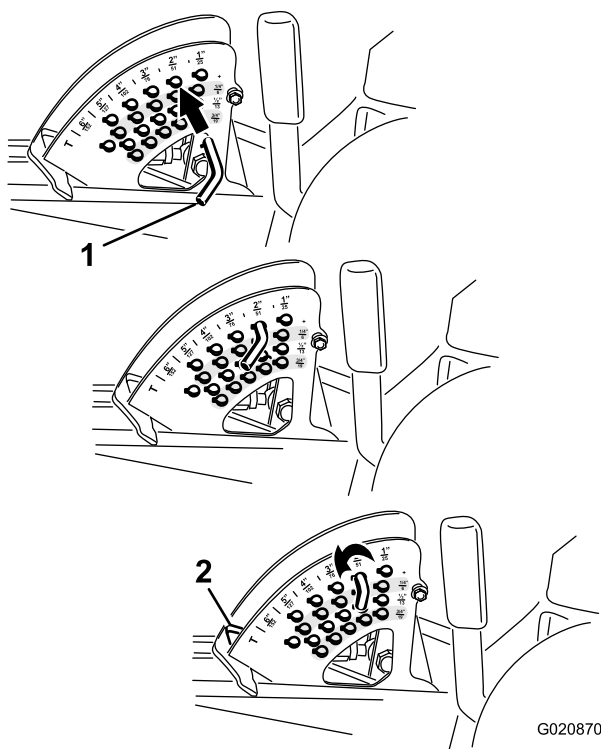

Figura 20
Nota: Para bloquear la carcasa de corte en posición elevada, eleve la carcasa más allá de la posición de 15 cm, retire el pasador de tope de altura de corte, y ponga el pasador en la posición de altura de corte de 15 cm (Figura 20).
2. Para ajustar, gire el pasador de tope hasta que el pasador cilíndrico que contiene se alinee con las ranuras de los taladros del soporte de altura de corte, y retire el pasador (Figura 20).
3. Seleccione un taladro del soporte de altura de corte que corresponda a la altura de corte deseada, inserte el pasador y gírelo para bloquearlo en esa posición (Figura 20).
Nota: Hay cuatro filas de taladros (Figura 20). La fila superior corresponde a la altura de corte impresa encima del pasador. La segunda fila corresponde a la altura impresa más 6 mm. La tercera fila corresponde a la altura impresa más 12 mm. La fila inferior corresponde a la altura impresa más 18 mm. Para la posición de 15,8 cm hay un solo taladro, situado en la segunda fila. Esta posición no añade 6 mm a la altura de 15,8 cm.